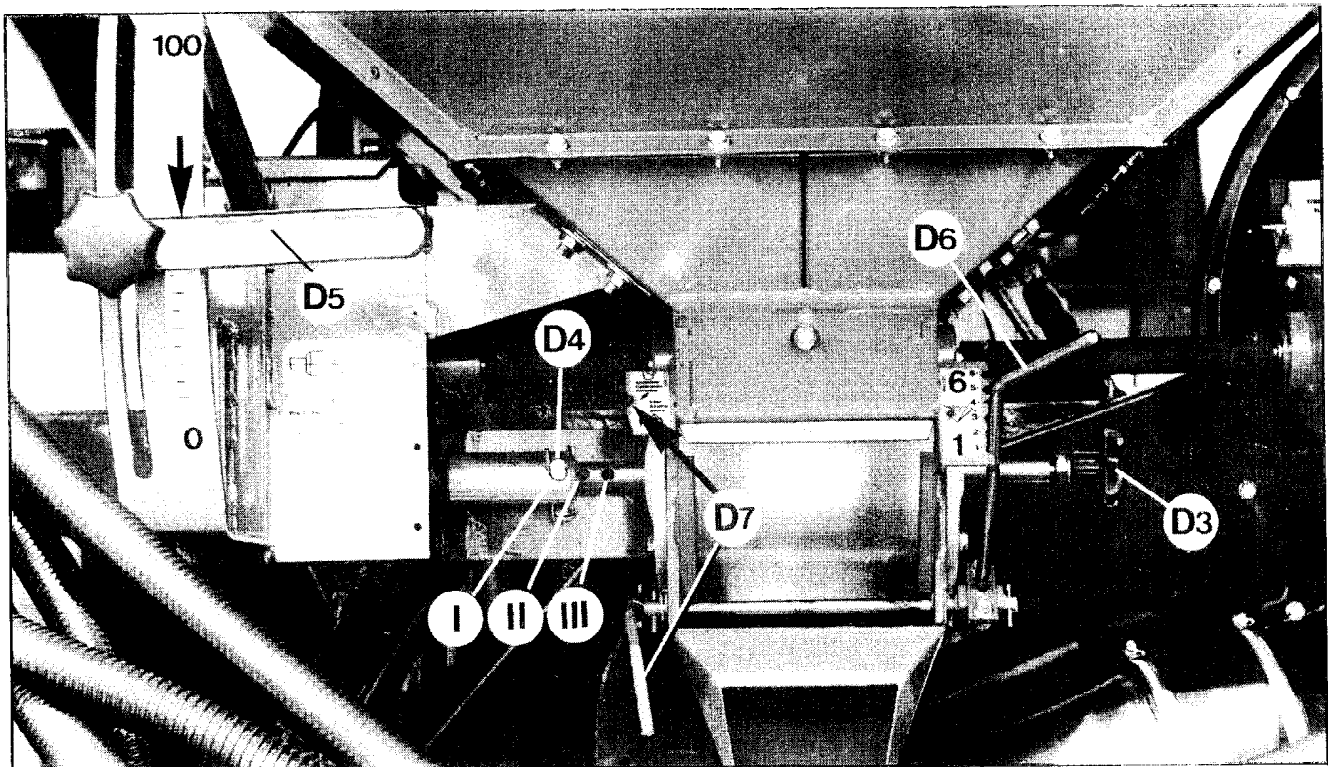
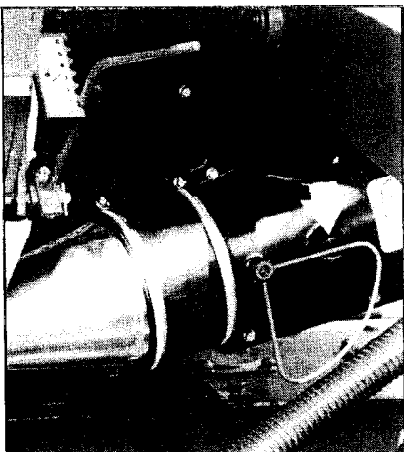
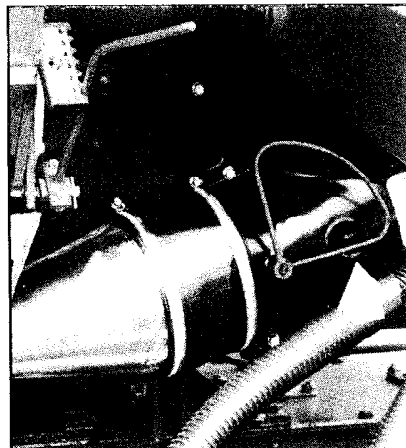

Fig.9
Fig.10
Fig.11
Ad 1. Doseerradinstelling, Fig. 9; met behulp van stelknop D3 de as verschuiven - onder licht draaien - en met pen D4 vastzetten.
Ad 2. Aandrijfinstelling, Fig. 9: de oliebad aandrijving is van 0-100 traploos verstelbaar (0 = stilstand). De waarde is aan de bovenkant van hendel D5 af te lezen.
Ad 3. Bodemklep, Fig. 9: met hendel D6 volgens zaaitabel in te stellen.
- Ad 4. Drosselklep, Fig. 9: Open - (normaalzaad; Fig. 10) en gesloten stand (fijnzaad; Fig. 11). De drosselklep regelt de luchthoeveelheid voor het transport van het zaaizaad.
- Ad 5. Afdraaiklep, Fig. 9: voor het afdraaien hendel D7 in bovenste stand.